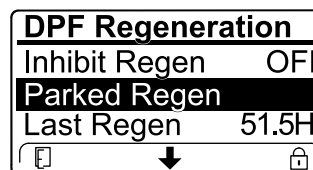

Рисунок 60
- Если компьютер двигателя запрашивает или выполняет восстановительную регенерацию, а вы перейдете вниз к опции PARKED REGEN (СТАЦИОНАРНАЯ РЕГЕНЕРАЦИЯ), стационарная регенерация будет заблокирована и в нижнем правом углу дисплея инфо-центра появится значок «Замок» (Рисунок 60).